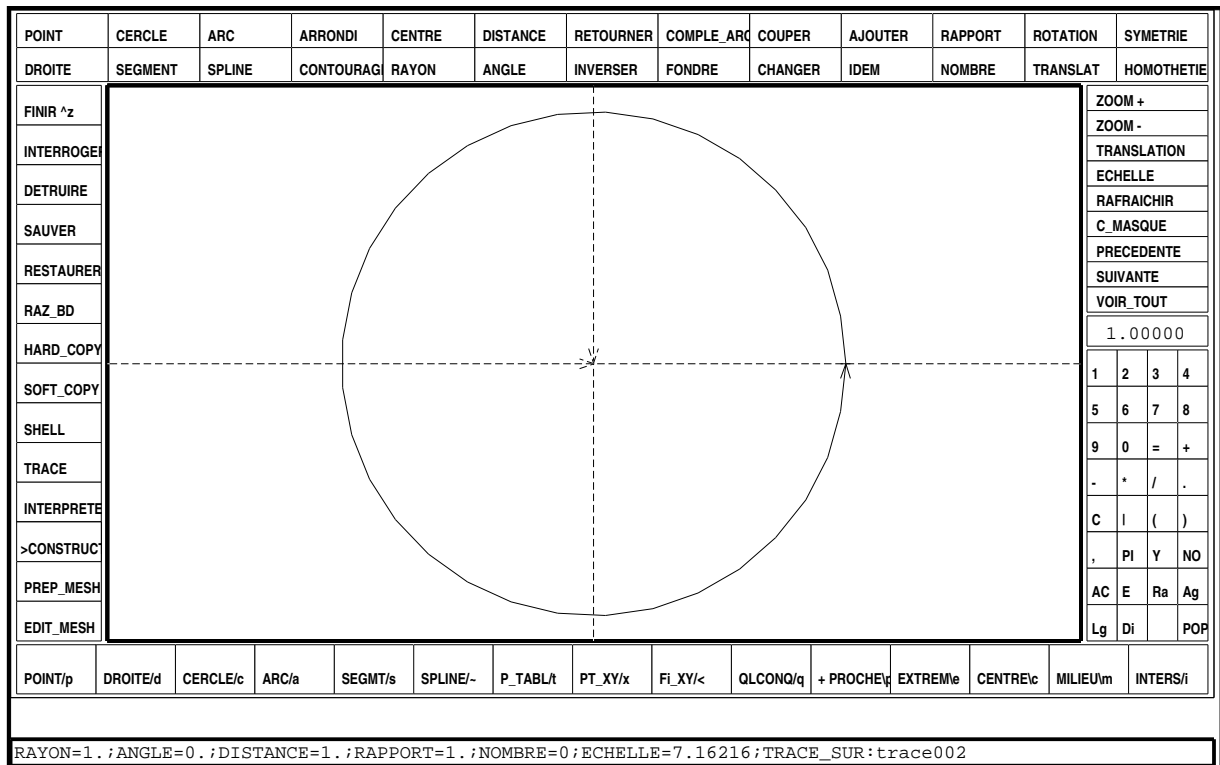

Figure 2: Le cercle unité
2. Le cercle est petit (environ 2 cm) parce que l'échelle implicite est égale à 1, pour le voir plein écran (figure 2), il suffit de cliquer dans la case **VOIR_TOUT** du menu de gestion de l'écran (en haut à droite).